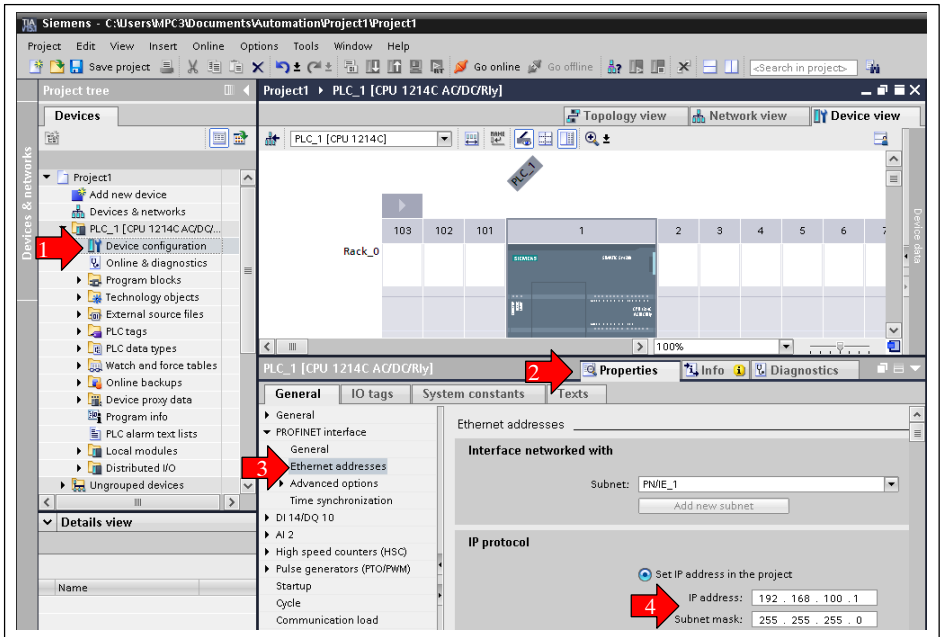

Fig. 4.14 Définition de l'adresse Ethernet de l'API
- ▶ Faites un double clic à gauche dans la fenêtre de projet sur **Device configuration** pour votre API, voir Fig. 4.14.
- ▶ Activez les onglets **Propriétés** et **General**, puis ouvrez le groupe **PROFINET addresses**, voir Fig. 4.14.
- ▶ Entrez l'adresse Ethernet et le masque de sous-réseau de l'API (Fig. 4.14).